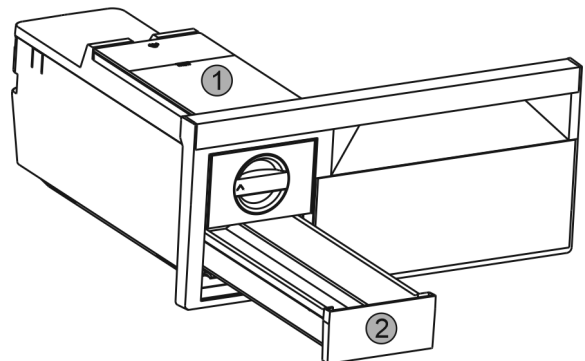

Fig. 53
- ▶ Rimuovere il serbatoio dell'acqua Fig. 53 (1) e il cassetto dei cubetti di ghiaccio Fig. 53 (2).